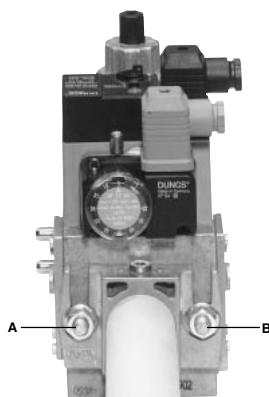
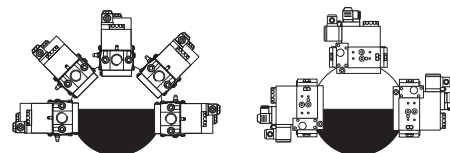

Рис. 5
Рис. 8
3. Затянуть винты А, В, С и D (Рис. 5 - Рис. 6), (Рис. 8), соблюдая дистанции монтажа (Рис. 8);